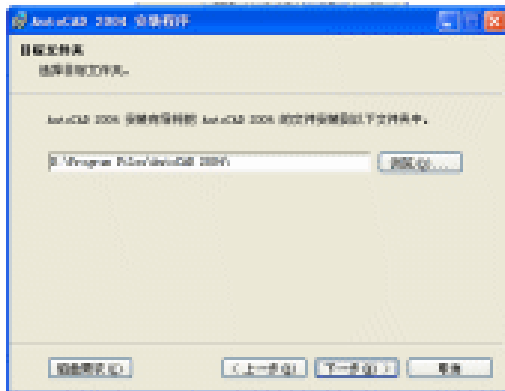

图 1-8 安装 AutoCAD 2004 —— 选择安装目录
(8)弹出目标文件夹目录。如图 1-8 所示，缺省的安装目录是“ C:\Program Files\AutoCAD 2004\ ”，如果需要更改，单击【浏览】按钮，进行安装目录的选择。